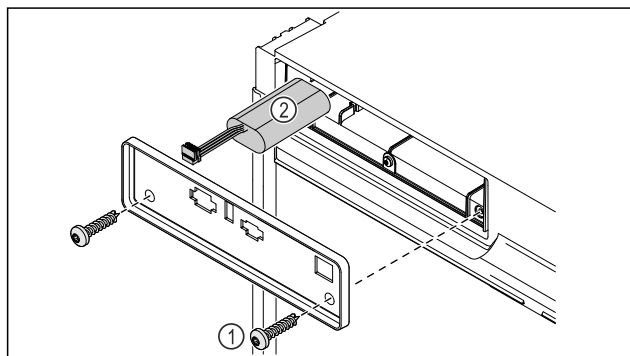

Fig. 231
- Svitare le viti e rimuovere la copertura sul lato posteriore dell'apparecchio Fig. 231 (1).
- Disinnestare la batteria ed estrarla Fig. 231 (2).